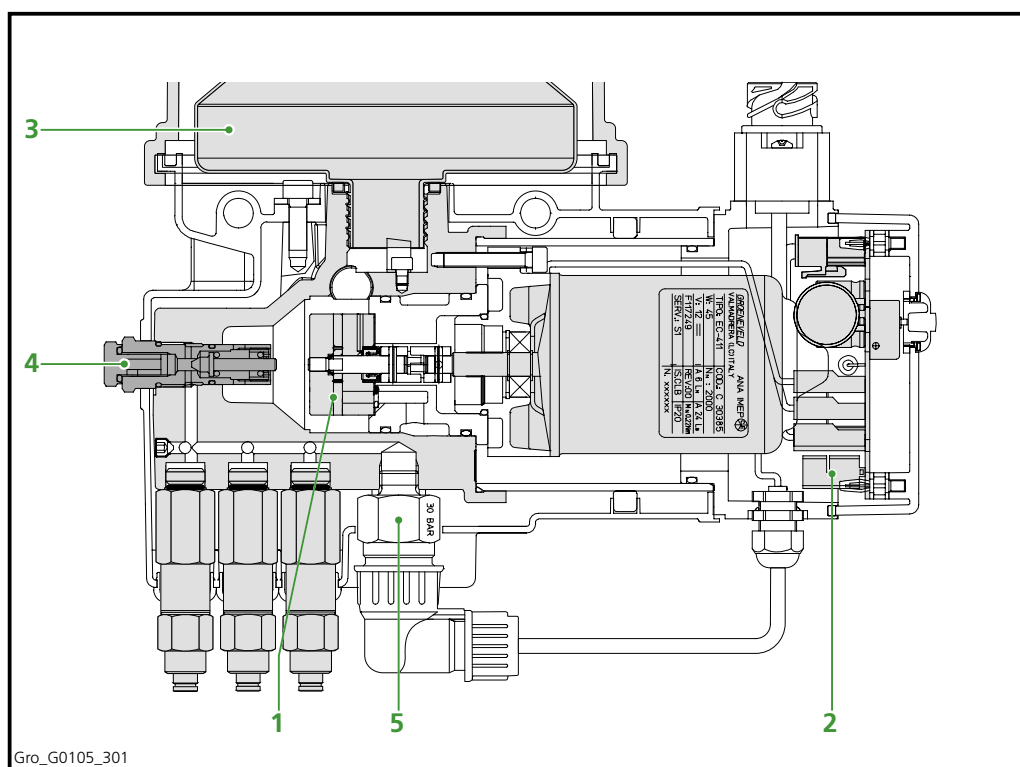

Fig 3.2 La pompa rotativa a ingranaggi
La pompa rotativa a ingranaggi (1) viene attivata mediante il timer elettronico (2) (Fig. 3.2). Il lubrificante viene in questo modo pompato dal serbatoio (3) alle unità di dosaggio. La pompa rimane in funzionamento per tutto il tempo di durata del ciclo. La durata del ciclo (altresì detta "durata di impulso") è di 2 minuti. Durante l'esecuzione del ciclo, la pompa aumenta progressivamente la pressione del lubrificante. A una pressione di 55 bar la valvola di regolazione pressione (4) si apre: in tal modo il lubrificante rifluisce nel serbatoio. La pressione massima del lubrificante è quindi limitata a 55 bar.